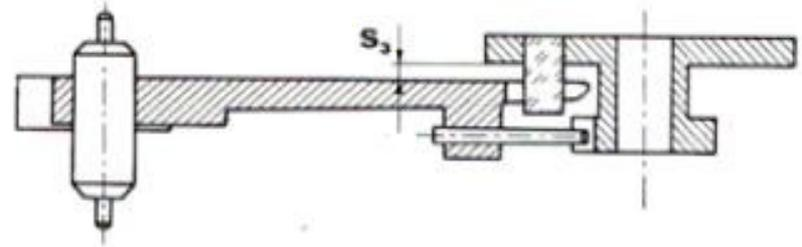

fig. 12-4
1. Seguridad  $S_3$  entre el final de la horquilla, los cuernos y el gran platillo del volante fig.12-4.